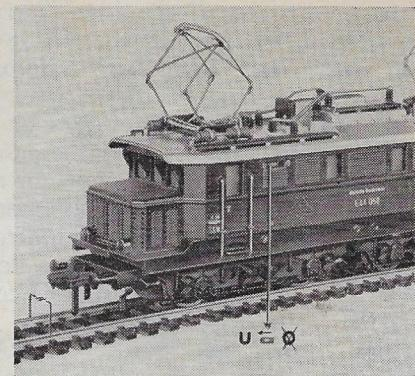
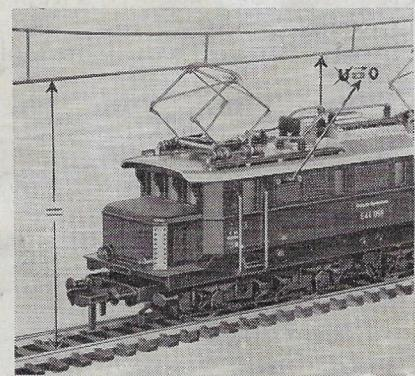

fig. 6
fig. 7
Nombre maximum de trains = nombre de sections de bloc moins un. Il est encore possible d'exploiter sur voie unique un service à deux trains dont les déplacements sont susceptibles d'être commandés l'un indépendamment de l'autre, cela en utilisant une ligne aérienne pour amener le courant. Nos locomotives de type électrique possèdent toutes un commutateur à main logé dans la locomotive grâce auquel on peut passer au choix de la ligne souterraine U fig. 6 (prise de courant et retour par les 2 voies) à la ligne aérienne 0 fig. 7 (prise de courant par pantographe et retour par la voie de gauche en passant par la masse de la locomotive. Le montage se fait de telle manière que le transfo nécessaire pour déplacer la locomotive alimentée par ligne souterraine est connecté comme d'habitude à la voie de raccordement 00/2 K.
wezenlijk worden op een modelspoorbaan met bovenleiding. De elektrische lokomotieven zijn inderdaad voorzien van een handschakelaar, waarmee naar keuze stroom kan afgenoem worden langs de rails (U), fig. 6, of langs de bovenleiding (O), fig. 7.